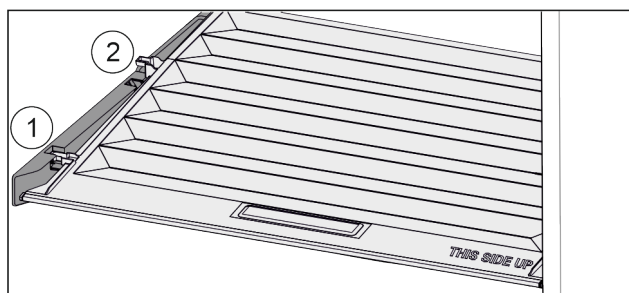

Fig. 36
- Tirare in avanti il coperchio fino all'apertura nei fermi Fig. 36 (1).
- Sollevare posteriormente dal basso e togliere verso l'alto Fig. 36 (2).